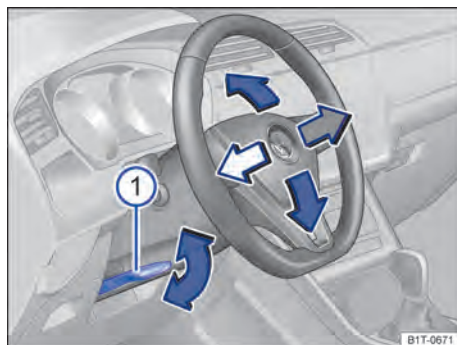

Fig. 88 Embaixo do volante no revestimento da coluna de direção: alavanca de ajuste mecânico da posição do volante.
- Virar a alavanca → Fig. 88 ⓘ para baixo.
- Virar a alavanca sempre com firmeza para cima → Fig. 88 ① após o ajuste, para que o volante não mude de posição involuntariamente durante a condução.